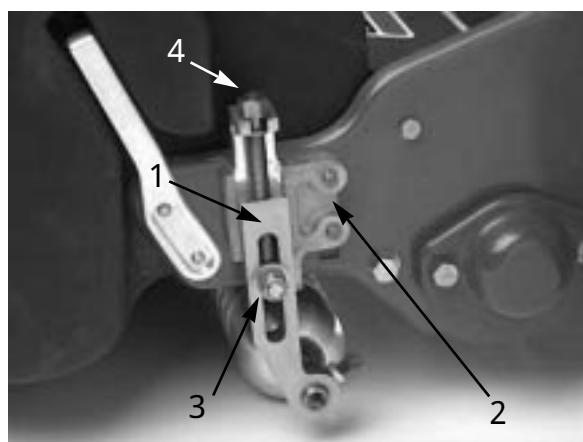

図13
2. 刈り高アームをブラケットに固定しているロックナットをゆるめる（図13）。